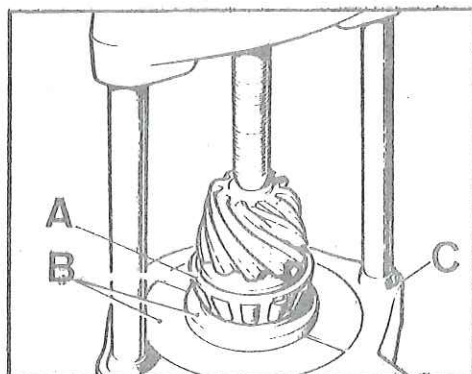

Fig. E-80 Montaje del cojinete de cabeza del piñón de ataque
- 3.2.5. Montar el cojinete, A (Fig. E-80) de la cabeza del piñón de ataque sobre el mismo, haciendo uso del útil, B (191653) y la prensa, C (191647).